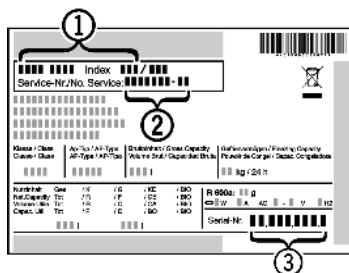

Fig. 41
- ▶ Назва пристрою *Fig. 41 (1)*, сервісний номер *Fig. 41 (2)* та серійний номер *Fig. 41 (3)* вказані на заводській табличці. Заводська табличка знаходиться всередині пристрою, зліва.